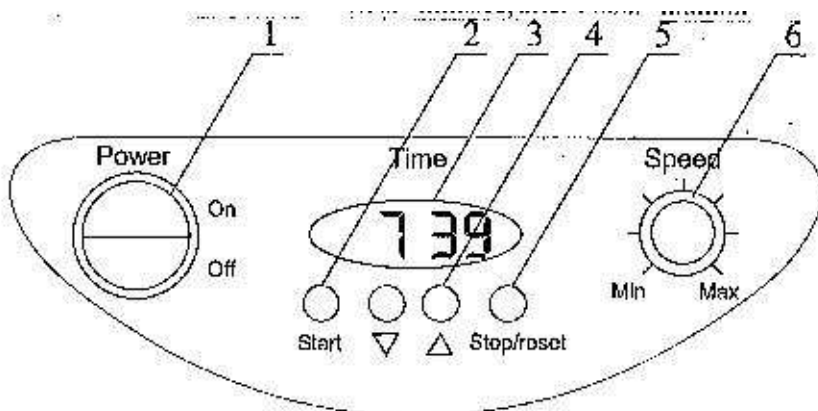

Fig.1
6.5. zapněte tlačítko (fig.1/1) na předním panelu přístroje do polohy ON indikátor času (fig.1/3) začne svítit
- 6.6. pomocí ▲ a ▼ tlačítek (fig.1/4) nastavte čas potřebný ke třepání (hh:mm)
- 6.7. stiskněte tlačítko START (fig.1/2). Platforma se začne pohybovat a na indikátoru času se zobrazuje uplynulý čas třepání do 1 hod (mm:ss) po 1 hod (hh:mm)
- 6.8. otočným knoflíkem SPEED (fig.1/6) nastavte požadovanou intenzitu třepání
- 6.10. pro opakované třepání při stejném času stiskněte tlačítko START (fig.1/2)
- 6.11. potřebujete-li třepání zastavit před uplynutím nastaveného času stiskněte tlačítko STOP (fig.1/5), 20 vteřin bude na indikátoru uplynulý čas, poté se nastaví původně zvolený čas
- 6.12. pro kontinuální třepání bez časového omezení vynulujte nastavený čas a zmáčknete tlačítko START (fig.1/2), stiskem tlačítka STOP (fig.1/5) přístroj zastavíte
- 6.13. po ukončení práce přepněte tlačítko POWER (fig.1/1) do polohy OFF